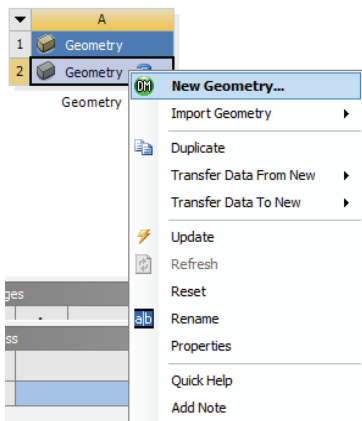

图 3-86 打开 DM
3) 在项目 A 上单击鼠标右键, 并在弹出的快捷菜单中选择 New Geometry... 选项, 如图 3-86 所示, 打开 DM 界面。